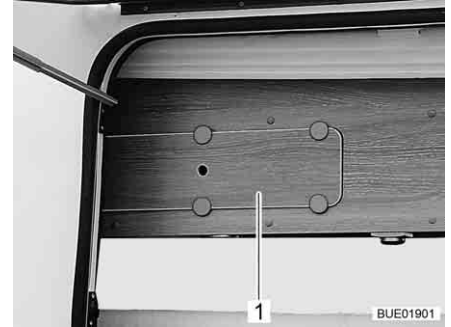

Fig. 153 Cubierta en el armario de pared
- Retirar la cubierta (Fig. 153,1).